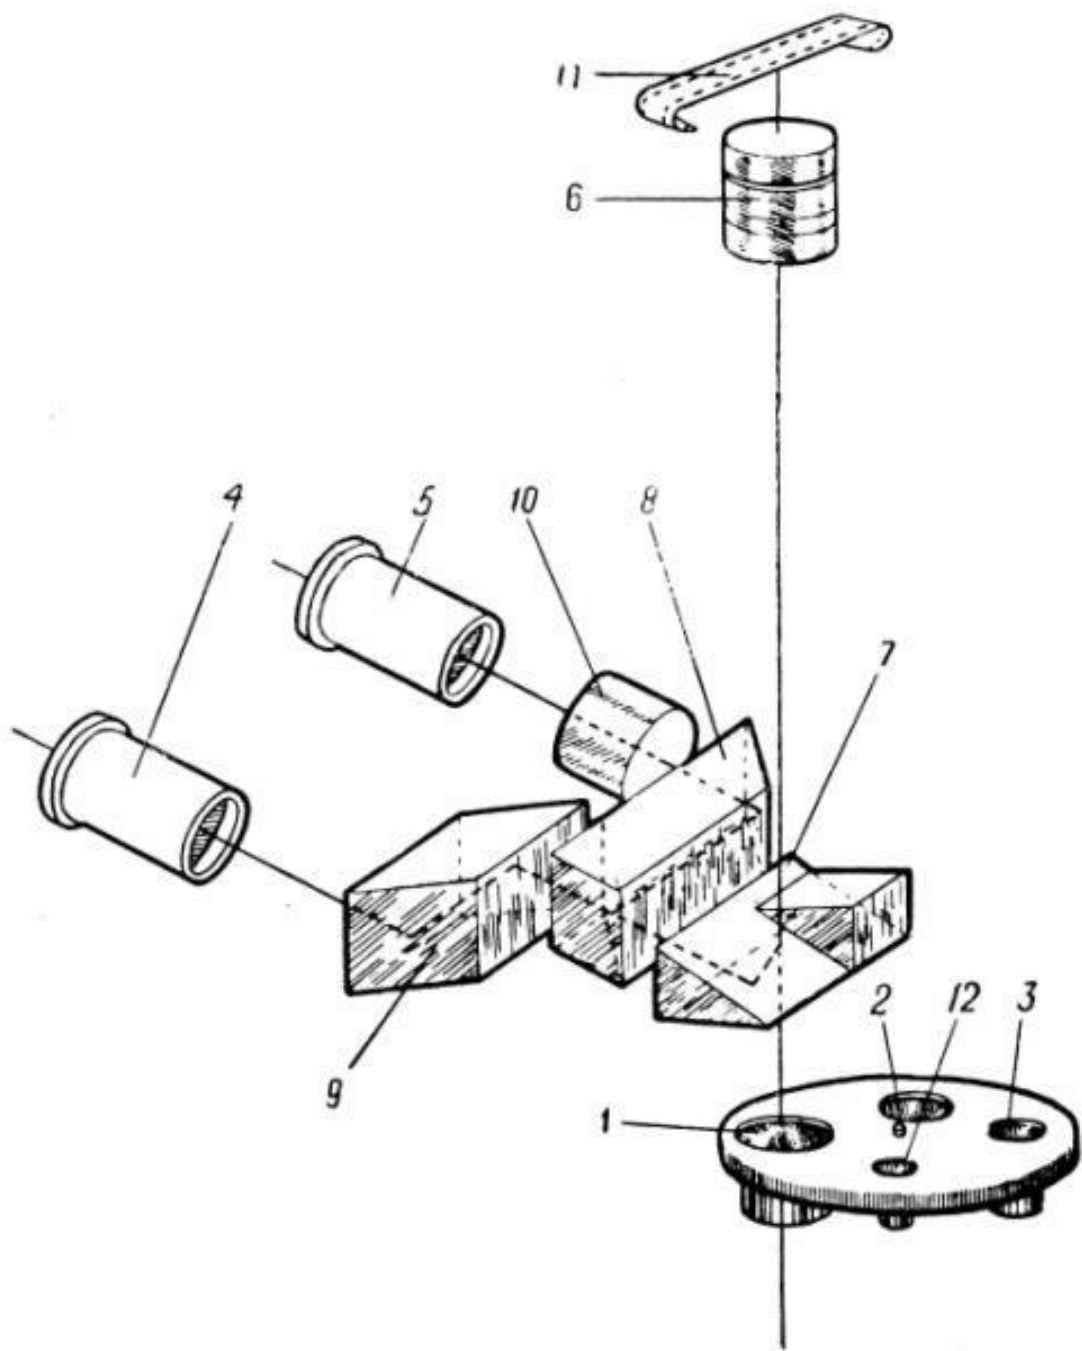
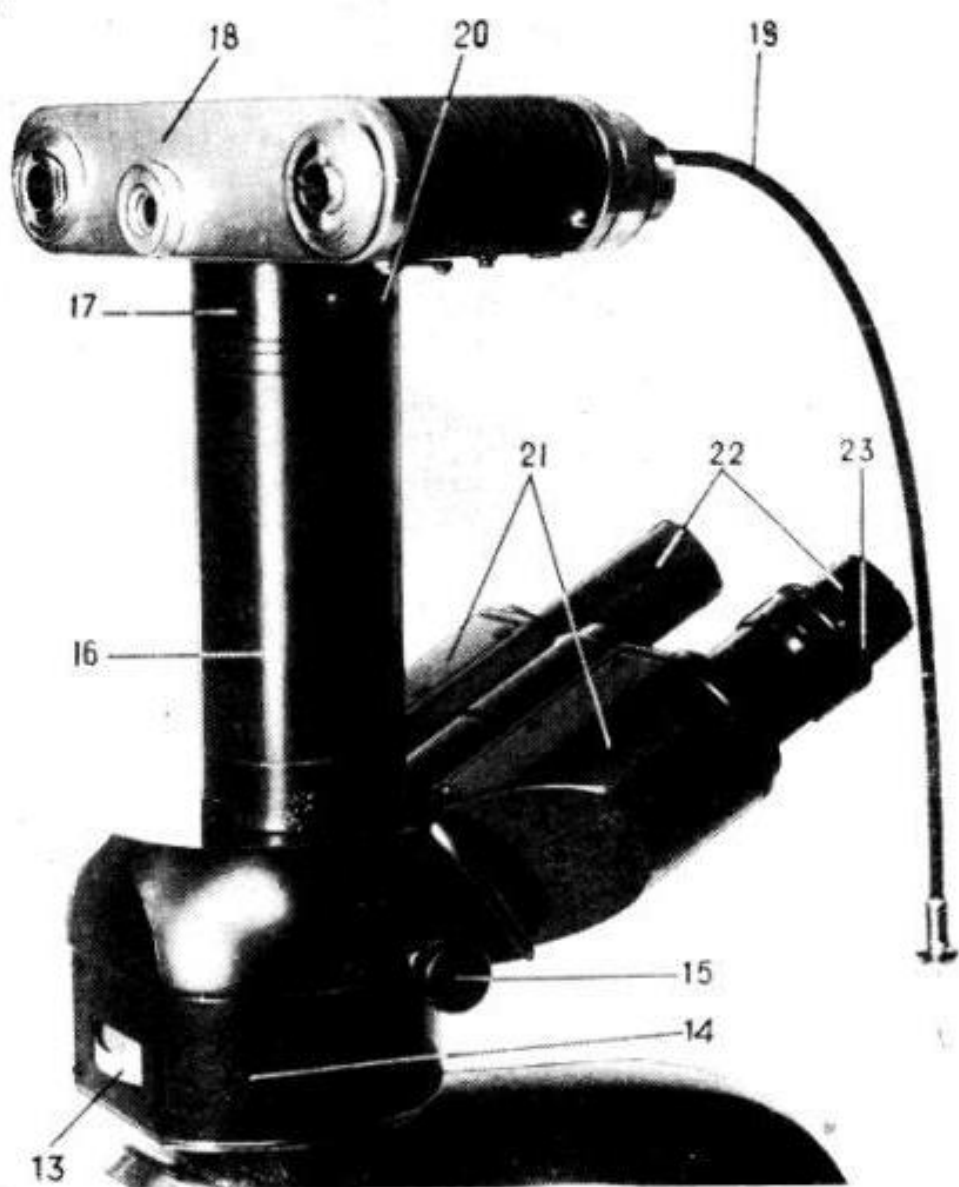

Рис. 1
Рис. 2
Оптическая схема микрофотонасадки показана на рис. 1. Лучи света, проходящие через объектив микроскопа, падают на одну из оптических систем 1, 2 или 3, которая совместно с объективом переносит изображение объекта в фокальные плоскости визуальных окуляров 4, 5, а совместно с объективом и гомалем 6 — в плоскость фото-пленки.
Микрофотонасадка МФН-11, установленная на микроскопе МББ-1, показана на рис. 2.
Установка того или иного увеличения насадки, а также установка системы для рассматривания выходного зрачка объектива производится вращением диска *13* за накатанную часть. Диск имеет четыре фиксированных положения. На цилиндрической части диска награвированы цифры «1,1», «1,6», «2,5» и буквы «ФК». Фиксатор, цифры и буквы расположены так, что при включении оптической системы *1* (рис. 1), *2* или *3* цифры, показывающие увеличение, устанавливаются против окна, находящегося сзади корпуса *14* (рис. 2) насадки; при включении системы *12* (рис. 1) против окна устанавливаются буквы «ФК».
В оптическую систему насадки рукояткой *15* (рис. 2) может быть включена или та часть призмы *7* (рис. 1), которая полностью отражает пучок лучей на призму *8*, или же часть призмы, отражающая на призму *8* около 10% света и пропускающая остальную часть на пленку *11* фотокамеры. При вдвинутой рукоятке *15* (рис. 2) происходит полное отражение света, при выдвинутой — частичное.
На корпусе 14 насадки установлена трубка 16, в которую вмонтирован гомаль 6 (рис. 1). В патрубке 17 (рис. 2) закреплена фотокамера 18 с тросиком 19. Если отвернуть винт 20, патрубок с фотокамерой можно снять с насадки.
Биноккулярный тубус имеет два корпуса 21 (левый и правый) с окулярными трубками 22, в которые вставляются парные компенсационные окуляры 7х. Корпуса 21 можно раздвигать в пределах 55—75 мм в зависимости от расстояния между глазами наблюдателя. Установка окулярных трубок по глазам наблюдателя производится разворотом тубусов. Тубусы должны быть установлены так, чтобы поля зрения левой и правой трубок слились. Внутри корпусов расположены призмы 8 (рис. 1), 9 и компенсатор 10.
диоптрийный механизм; кольцом 23 (рис. 2) диоптрийный механизм можно устанавливать на  $\pm 5$  диоптрий.
2. Ввести в оптическую систему ту часть призмы 7 (рис. 1), которая полностью отражает световой пучок; для этого рукоятку 15 (рис. 2) вдвинуть до упора.
2. Ввести в оптическую систему ту часть призмы 7 (рис. 1), которая отражает приблизительно 10% лучей; для этого рукоятку 15 (рис. 2) выдвинуть до упора.
5. Проверить настройку освещения в микроскопе. Для этого включить систему 12 (рис. 1), позволяющую рассматривать выходной зрачок объектива, и проверить резкость и центричность изображения источника света в зрачке. Затем, включив систему
Вставить в левую окулярную трубку окуляр  $7^{\times}$  с диоптрийной подвижкой без шкалы и подвижкой глазной линзы и кольца 23 (рис. 2) добиться резкости.